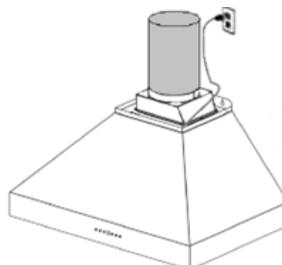

Figure 6.
9. Connectez le conduit à l'adaptateur de sortie d'air à l'aide de ruban adhésif à papier d'aluminium pour sceller les joints et le maintenir en place. Figure 6.